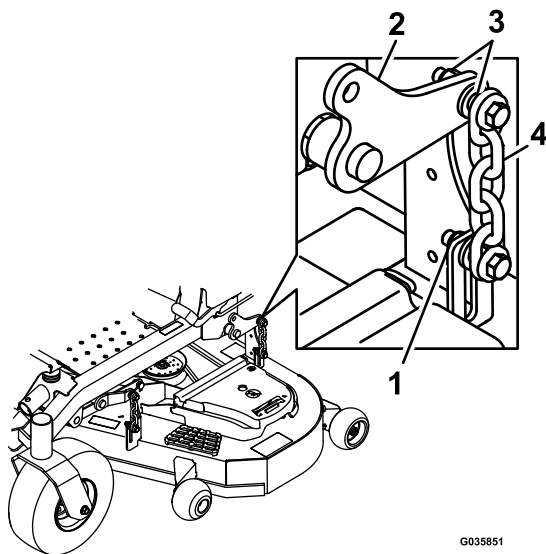

Figura 83
15. Allentate i controdadi (Figura 83) sui 4 spigoli e accertate che il piatto di taglio sia posizionato in sicurezza sui 4 blocchi.